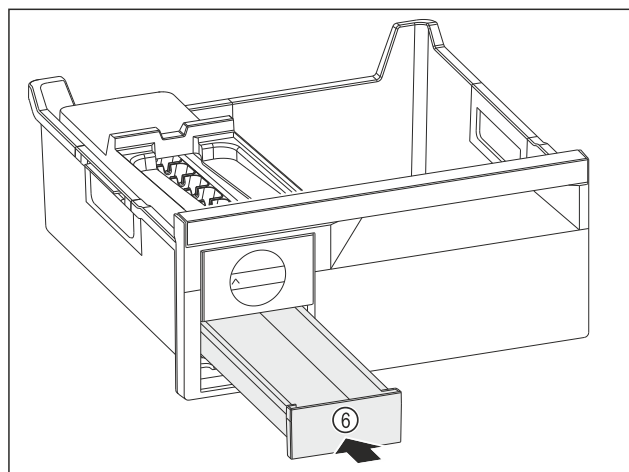

Fig. 141
- ▶ Predal za ledene kocke Fig. 141 (6) potisnite noter.